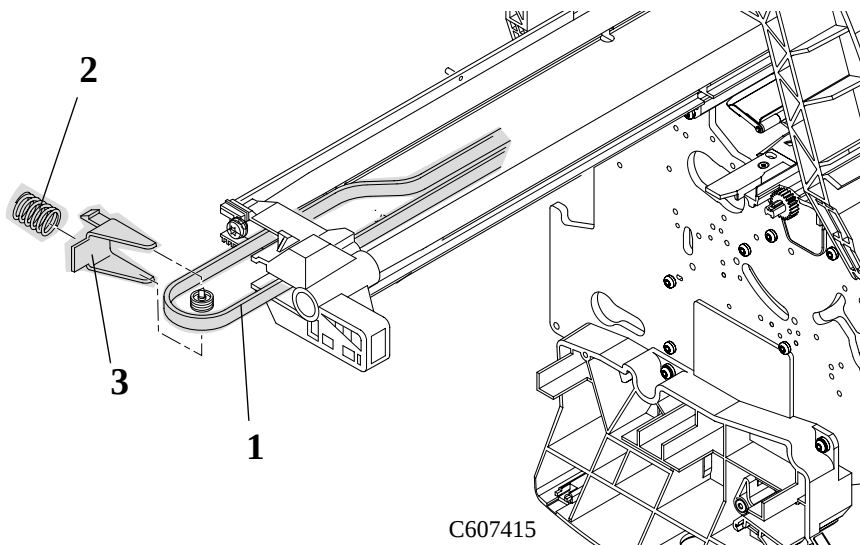

図 33: テンショナ アッセンブリ
- 2 プリンタの左側で、テンショナ ウェッジクリップ (部品3) を使ってカチッという音がするまでスプリング (部品2) を縮め、ベルト (部品1) にかかっている張力をゆるめます (図 33参照)。